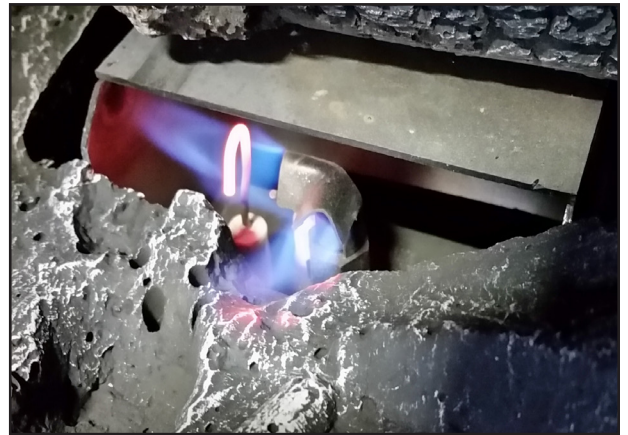

Figure 25. Pilote correct
8. Réinstallez le brûleur, l'ensemble de bûches et la porte vitrée. Reportez-vous également à INSTALLATION SECONDAIRE - INSTALLATION DU JEU DE BÛCHES dans votre manuel du propriétaire. Lors de la réinstallation du brûleur, assurez-vous que la relation entre le brûleur et la hotte de la veilleuse et le blindage est similaire à ce qui est illustré à la Figure 25.
12. Rallumez la veilleuse et vérifiez que la flamme couvre correctement le capteur de flamme (voir Figure 25). Si la veilleuse nécessite un réglage, tournez la vis de réglage (figure 45, page 34) dans le sens horaire pour diminuer ou dans le sens antihoraire pour augmenter jusqu'à ce que la flamme correcte soit obtenue.